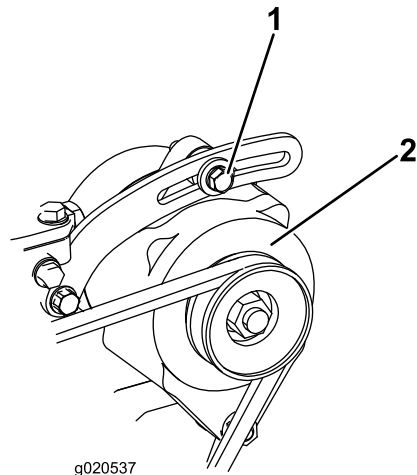

Figura 85
Compruebe la condición y la tensión de la correa (Figura 85) cada 100 horas de operación.
2. Si la desviación no es de 10 mm, afloje los pernos de montaje del alternador (Figura 85). Aumente o reduzca la tensión de la correa del alternador y apriete los pernos. Verifique de nuevo la desviación de la correa para asegurarse de que la tensión es la correcta.